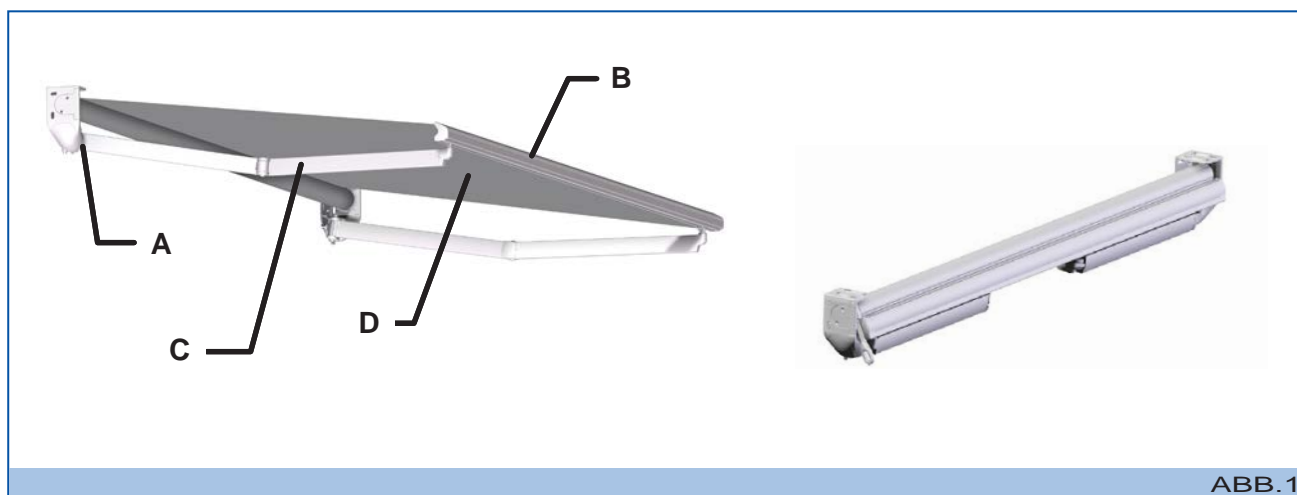

ABB. 1
- **Metallstruktur:** Die Metallstruktur ist der Tragrahmen und in seinem Innern befinden sich die verschiedenen Antriebe zum Ein- und Ausfahren der Markise. Es besteht aus unabhängigen Seitenhalterungen (A – Abb. 1), einer Fallstange (B – Abb. 1), Gelenkarmen (C – Abb. 1), die mit ummantelten Stahlseil oder einer Edelstahlkette ausgerüstet sind und einer Tuchwelle.
- **Tuch (D – Abb. 1):** Hat eine Abdeck- und Schutzfunktion der Markise.
Die Markise wird mit Hilfe der Handkurbel (A – Abb. 1) und einem Getriebe (B – Abb. 1) ein- und ausgefahren.